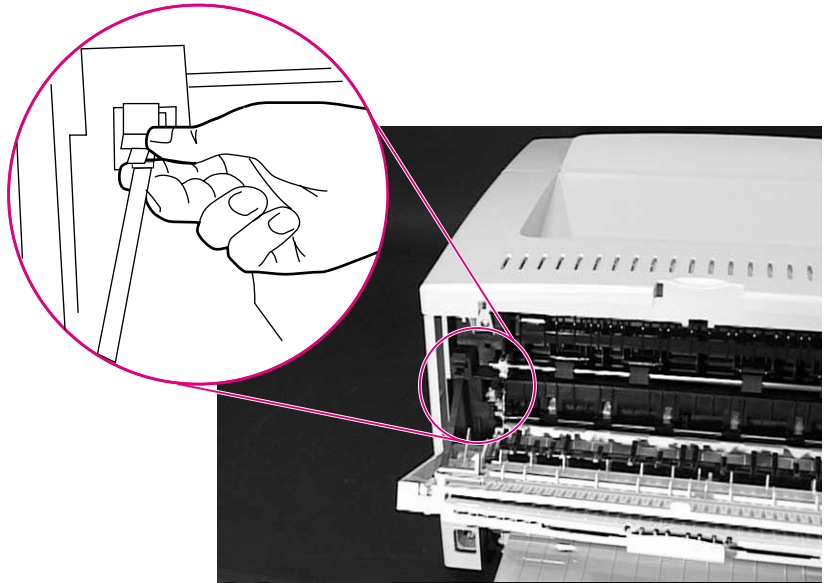

图 17 卸下支撑带（打印机后视图）
- a. 在支撑带下面用食指压紧支撑带的顶部，然后将拇指压在锁定片的顶部（图 17）。